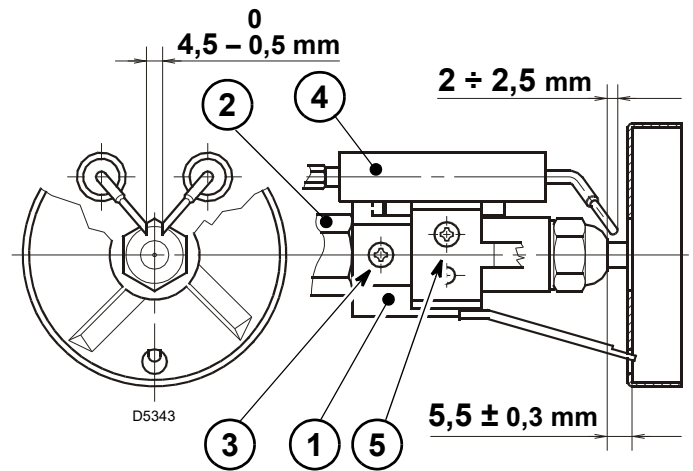

Abb. 15
Die Abstände in Abb. 15 müssen eingehalten werden.
- Den Stauscheibenhalter 1) (Abb. 15) auf den Düsenstock 2) (Abb. 15) legen und mit der Schraube 3) (Abb. 15) fixieren. Für eventuelle Einstellungen der Elektrodeneinheit 4) die Schraube 5) (Abb. 15) lockern.
- Die Kabel 4) von den Elektroden abziehen, die Schraube 3)(Abb. 15) lockern und den Stauscheibenhalter 5) aus dem Düsenstock 7) ziehen.